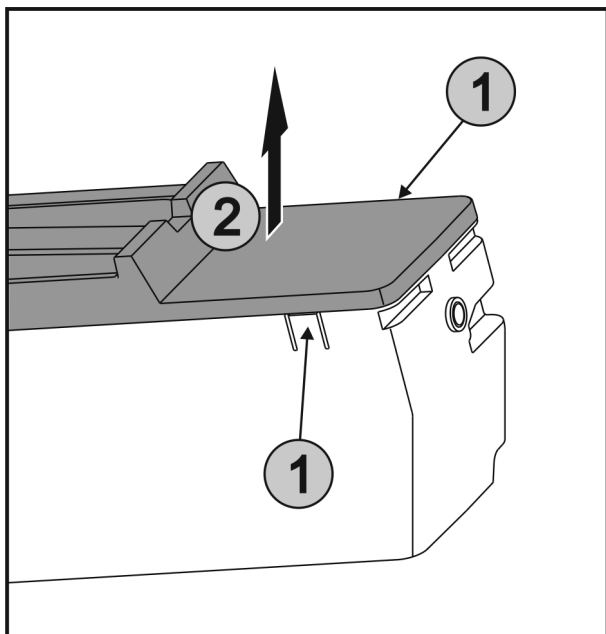

Fig. 49
- ▶ Одновременно нажать на накладки Fig. 49 (1) на обеих сторонах EasyTwist-Ice и снять крышку Fig. 49 (2) движением вверх.